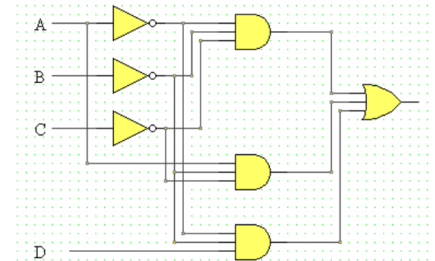

FIGURE 1.8: Exercice 3
1. Donner l'expression booléenne de la sortie S du schéma présenté sur la figure 1.8